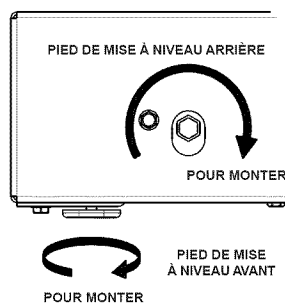

Figure 16
- Pour ajuster la hauteur de l'arrière de la caisse, utilisez une clé à molette et tournez le boulon de mise à niveau vers la droite pour monter et vers la gauche pour descendre. Reportez-vous à la figure 16.
- Pour ajuster la hauteur de l'avant de la caisse, faites tourner les pieds de mise à niveau avant vers la droite pour monter et vers la gauche pour descendre. Reportez-vous à la figure 16.